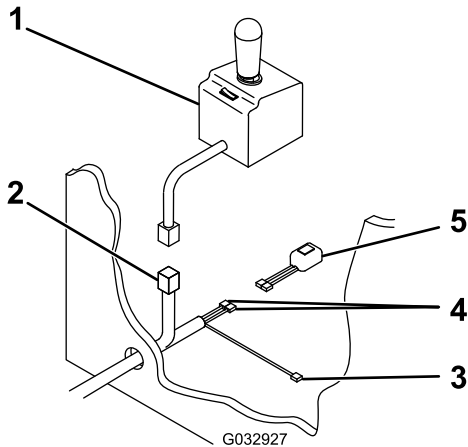

Bild 17
11. Ziehen Sie den Anschluss des Schneeschild-Steuergeräts, das schwarz/rote Kabel und die zwei schwarzen Kabel durch das Loch in der Spritzwand in die Fahrzeugkabine (Bild 17).
12. Schließen Sie die zwei schwarzen Kabel am Scheinwerferkippschalter an (Bild 17).